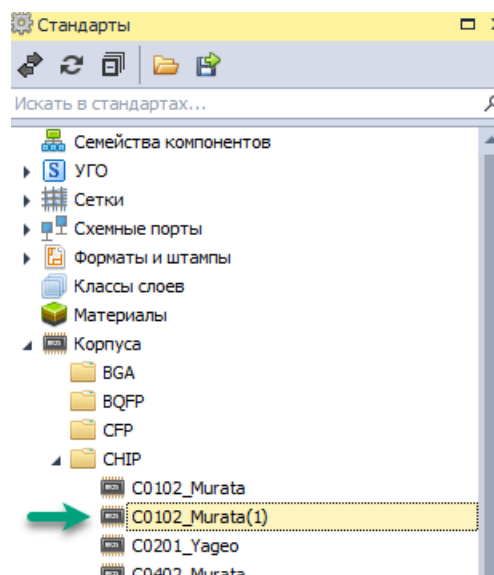

Рис. 88 Отображение созданной копии корпуса
3. В дереве корпусов рядом с выбранным корпусом будет создана его копия, Рис. 88.